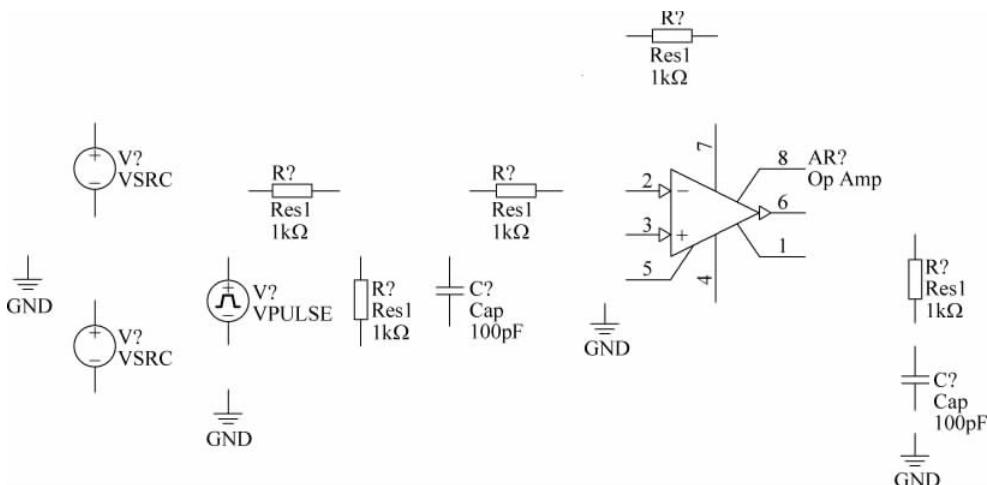

图 3-37 放置元器件和信号源
- (1) 从 Miscellaneous Devices. IntLib 库中分别找到名为 Res1 的电阻元件、名为 Cap 的电容元件、名为 Op Amp 的运算放大器(必须选择 Model Type 为 Simulation 的元件)，并将其按照如图 3-37 所示的位置分别进行放置。
- (2) 从 Simulation Sources. IntLib 库中找到名为 VSRC 和 VPULSE 的元件，并按照如图 3-37 所示的位置进行放置。
- (3) 单击 AD 主界面下工具栏内的 按钮，将 GND 按照如图 3-37 所示的位置进行放置。